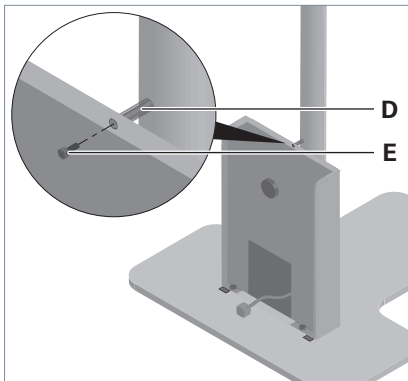

Fig. 3: Hülse befestigen.
- Halten Sie die Hülse **D** zwischen Versorgungseinheit und Standrohr und fixieren Sie die Versorgungseinheit mit der mitgelieferten Schraube **E**, siehe Fig. 3.